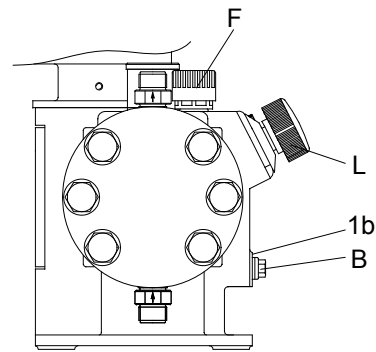

Рис. 37 Слив трансмиссионного масла
- Удалите мембрану и вставьте новую (Q) выступающим гофром к дозирующей головке. См. рис. 37.